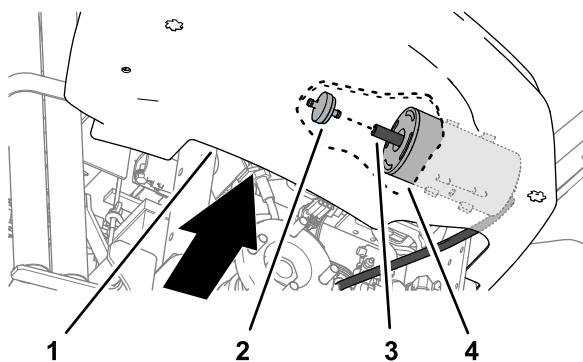

Bild 32
4. Greifen Sie um die untere Kante der Konsole herum nach hinten und ziehen Sie den Aktivkohlefilter rückwärts heraus, aus dem Schlauch am Ende des Aktivkohlefiltereinsatzes (Bild 32).
5. Setzen Sie einen neuen Aktivkohlefilter in den Schlauch am Ende des Aktivkohlefiltereinsatzes ein (Bild 32).